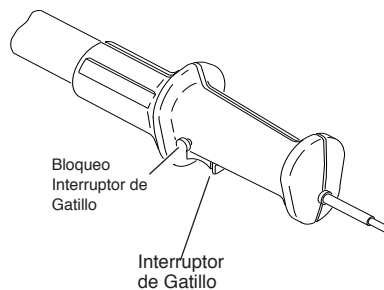

Figura 20 - Mango de la Sierra de Pértiga con el Bloqueo del Interruptor de Gatillo
4. Cuando esté listo para realizar el corte, presione el bloqueo del interruptor de gatillo y accione este interruptor (vea Figura 20). Esto encenderá a la Sierra de Pértiga. Al soltar el interruptor de gatillo se apagará la Sierra de Pértiga. Cerciérese de que la cadena está girando a su máxima velocidad antes de comenzar a cortar.